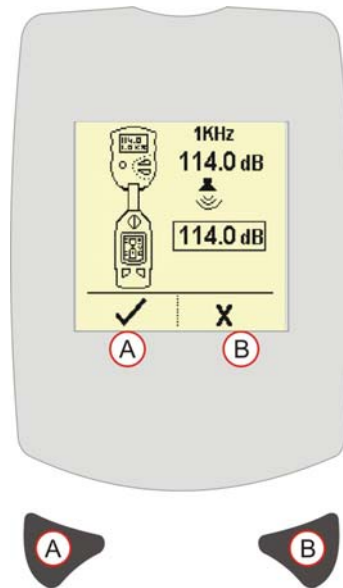

Figure 5 Écran de mode calibrage
4. Mettez le calibreur acoustique fermement sur le micro. L'instrument détecte automatiquement une tonalité de 1 kHz à partir d'un calibreur et passe en mode calibrage (voir figure 5).